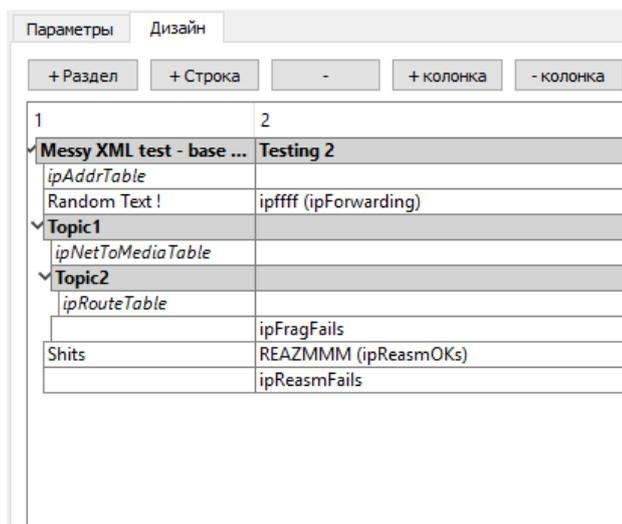

Рис. 95
6.8.3.9. После выбора и настройки необходимых параметров производится настройка отображения. В СПО "Мастер М" параметры отображаются в виде дерева, как описано в 4.4. Вкладка "Дизайн" Конвертера MIB на рис. 95 предназначена для настройки дерева отображения для СПО "Мастер М".